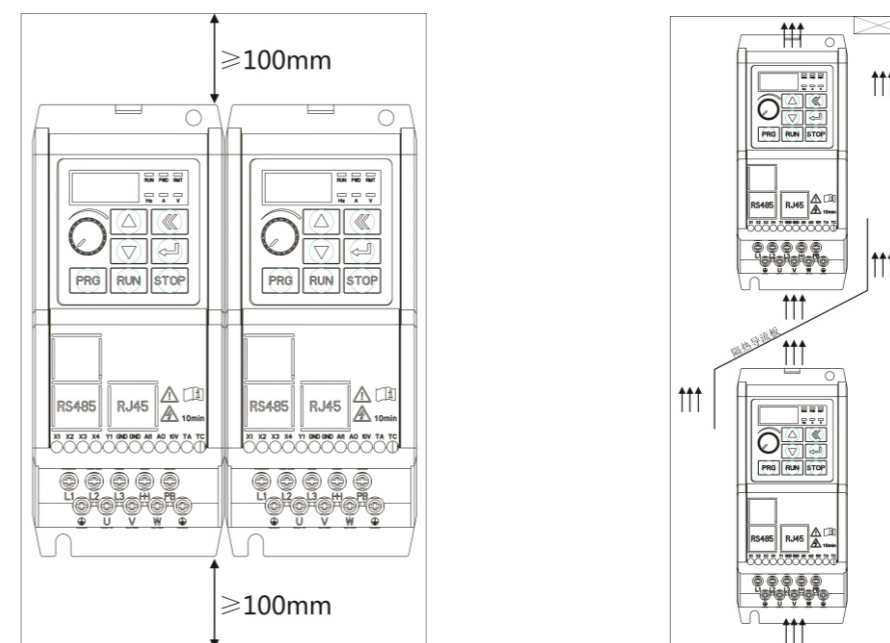

图3-1 SV200系列变频器安装示意图
- 1) 请垂直安装变频器，便于热量向上散发，但不能倒置安装。若柜内需同时安装多台变频器时，最好是并排安装。在需要上下安装场合，请参考图3-1的示意图，安装隔热导流板。
- 2) 安装空间按照图3-1所示，保证变频器的散热空间，但安装时请考虑柜内其他器件的散热情况。